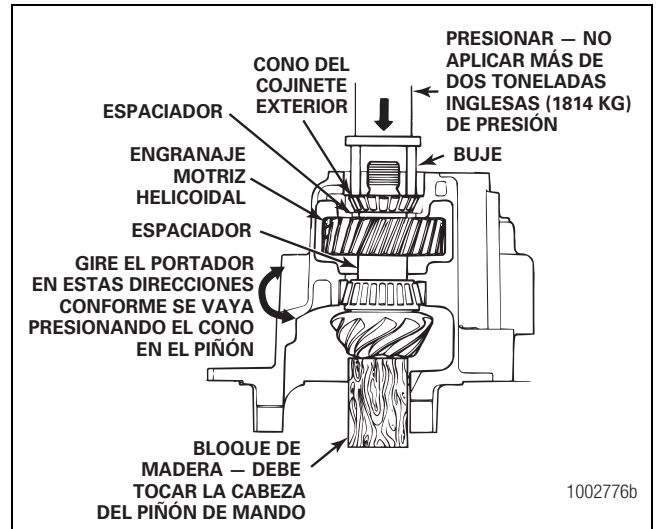

Figura 5.15
17. Coloque un bloque de madera debajo de la cabeza del piñón de mando de manera que el cono del cojinete interior del piñón toque la copa del cojinete interior en el portador. Retire los soportes del portador. Figura 5.15.
20. Instale el cono del cojinete exterior en el eje del piñón de mando. Figura 5.15.